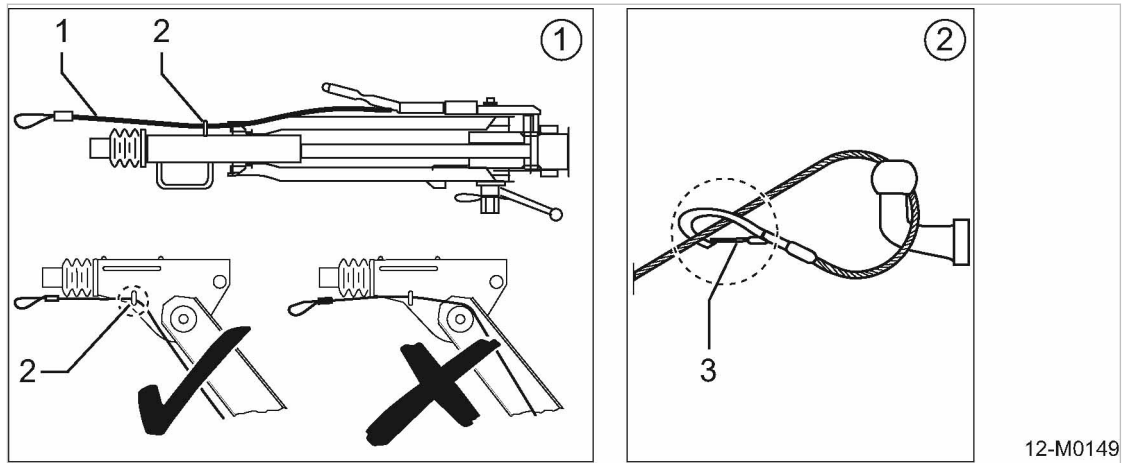

Fig. 77 Bevestiging veiligheidskabel
6. Bevestig de veiligheidskabel op de trekkende voertuig, zie afbeelding 77.